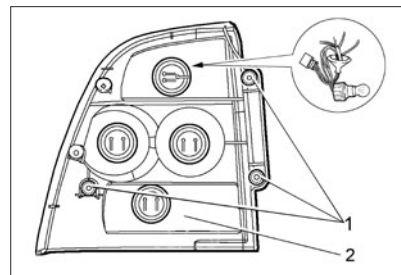

Рис. 88. Задний фонарь
- отверните три гайки-барашка 1 (рис. 88) и выдвинуть с посадочного места задний фонарь;
В вариантном исполнении в нижней секции 2 (рис. 88) заднего фонаря установлен светодиодный модуль, не требующий замены.